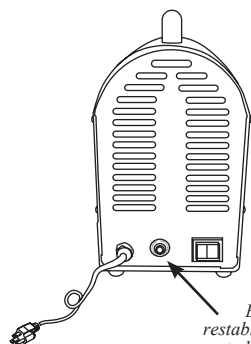

FIGURA 13
2. Presione el botón de reinicio del cortador de circuitos (**FIGURA 13**).